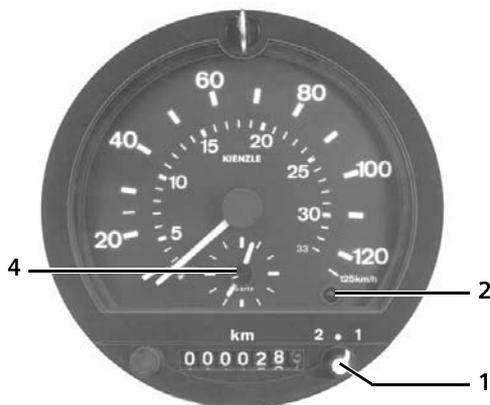

Abb. 10: Tachograph KTCO 1318; Baujahr seit 1984
- Die 1318-Geräte mit Fahrerwechselregistrierung sind durch den zusätzlichen Drehknopf erkennbar, siehe Abb. 10 (3. Fahrer = Mittelstellung des Drehknopfes).